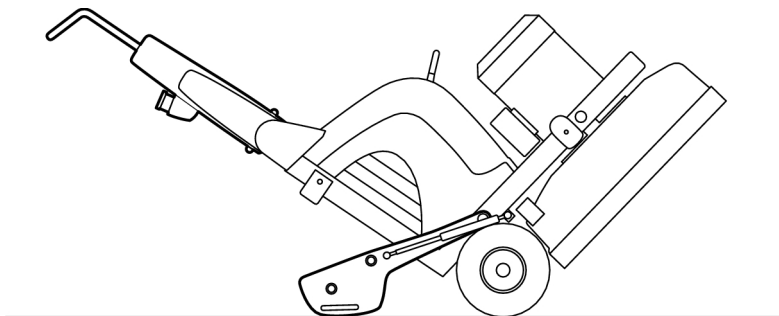

Bild 4-10. Vikter i golv
3. Tippa maskinen försiktigt bakåt tills vikterna når golvet, se Bild 4-10, sidan 21.